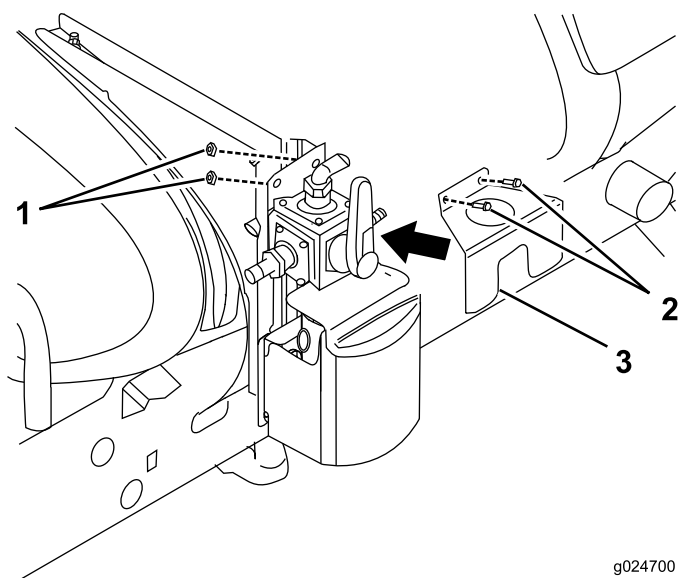

Figura 27
4. Montați consola plăcii frontale pe ansamblul suportului pentru supapă (Figura 27) folosind 2 uruburi cu guler (5/16 x 1 inch) i 2 contrapiulie cu guler (5/16 inch).